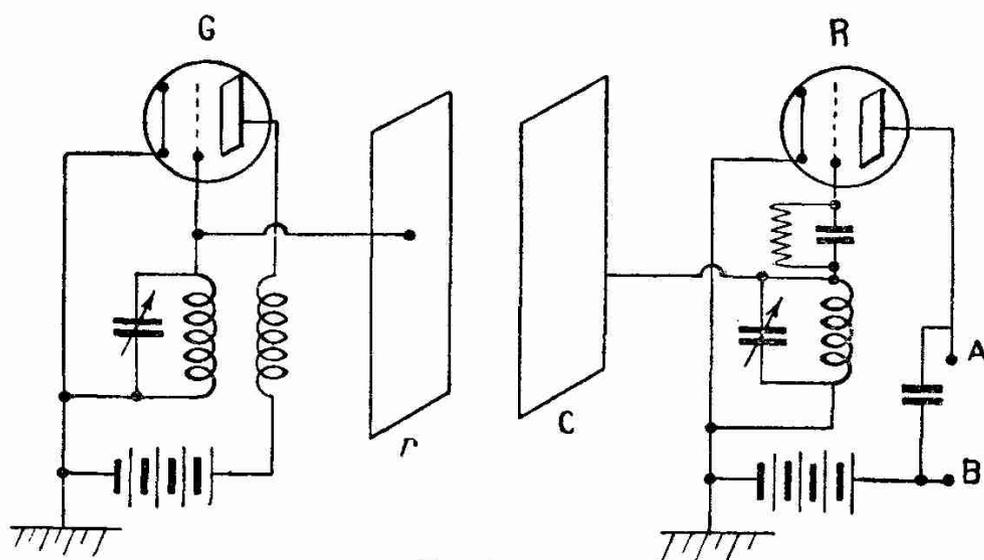

Fig 4
- 2° D'un circuit récepteur R, fig. 4.